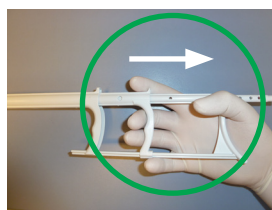

Рисунок 5
- e) Отведите большой палец назад в зафиксированном, согнутом положении, рисунок 5.